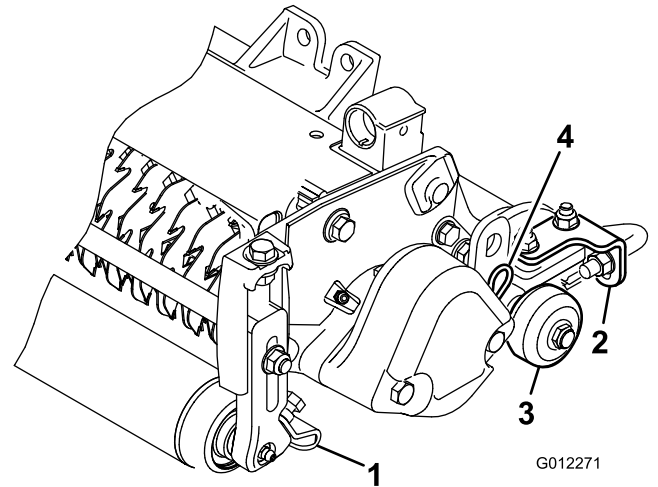

图6
1. 松开固定滚筒刮刀的凸缘螺母（图6）。
在切根刀下放到底板或从主机中拆下之前，应放低行走滚筒（图6）以防止刀片接触到坚硬的表面。
切根刀可安装到主机上三个位置中的任一个。图 6 显示了各位置的液压驱动马达方向。对于需要将马达安装到切根刀右端的任一位置，请将配重块安装到切根刀的左端。对于需要将马达安装到左端的位置，请将配重块安装到切根刀的右端。